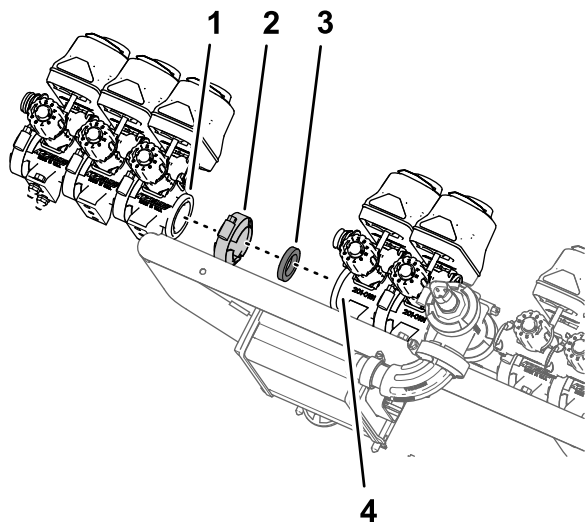

图 104
1. 用在从歧管安装架上卸下喷洒段阀 (页码 28) 的步骤 4 中卸下的法兰夹具和垫片将从歧管安装架上卸下喷洒段阀 (页码 28) 的步骤 8 中卸下的 3 个喷洒段阀图 104 组装到打药机阀门组件阀门 7 的法兰上。